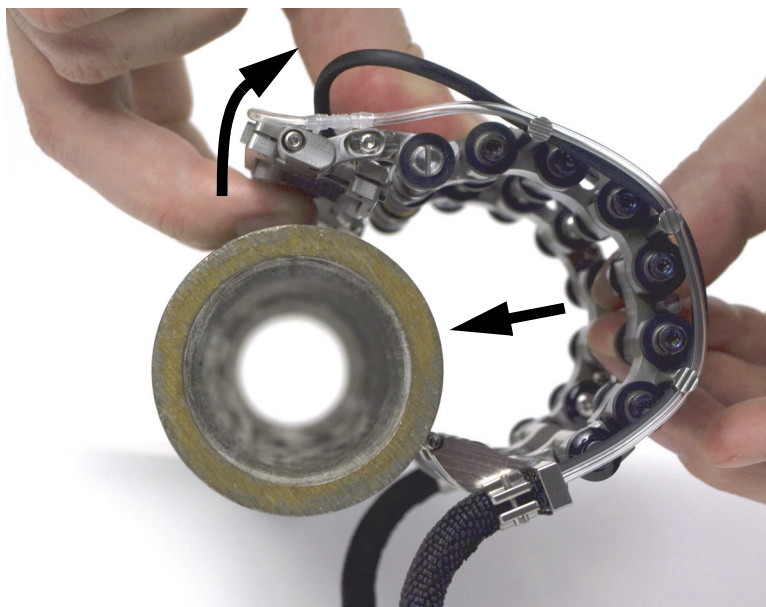

Figura 2-28 Instale o escâner no tubo
- a) Arraste as sondas abertas com a mão (veja Figura 2-28 na página 56).